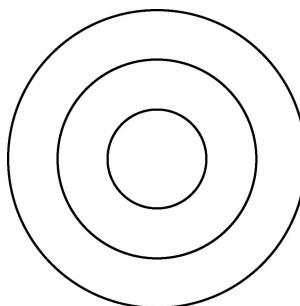

图 5-15 绘制半径为 200 mm 的圆
(3) 绘制半径为 200 mm 的圆, 如图 5-15 所示。